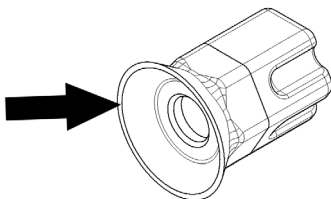

figura 18
**2 Ogni mese:** verificare che la guarnizione del giunto esagonale non sia usurata. Se lo fosse, sostituire il giunto stesso con un ricambio originale del fabbricante (vedere figura 18).